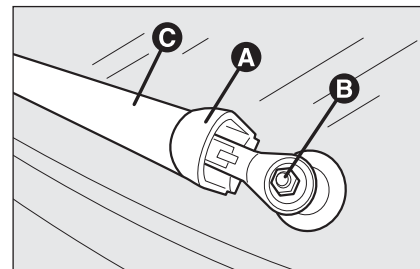

fig. 2
- soulever le couvercle **A-fig. 2**, dévisser l'écrou **B** et enlever le bras **C**;